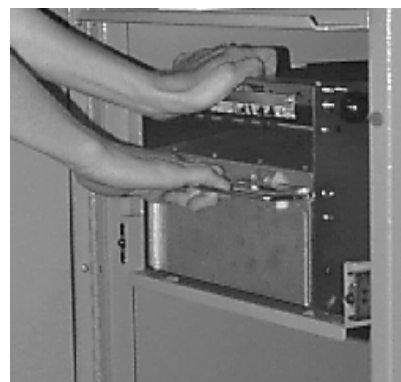

Figure 4-2. Sortie de la cassette du distributeur de billets.
2. Pour enlever la cassette, saisissez d'une main la poignée qu'il y a à l'avant du mécanisme du distributeur de billets en plaçant l'autre main contre le mécanisme (voir la figure 4-2), puis tirez fermement.